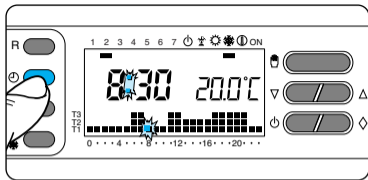

Fig. 22
**3.8** - Premere il pulsante  $\oplus$  per terminare la procedura di impostazione ora e giorno (fig. 22).